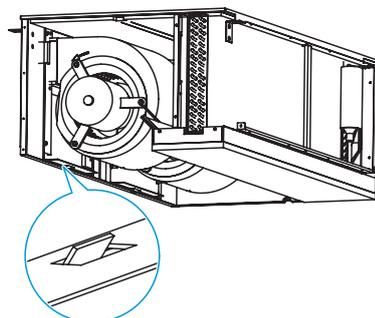
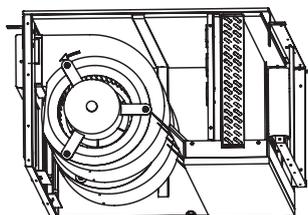
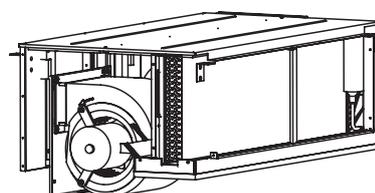

Рисунок 10.4
Рисунок 10.5
Рисунок 10.6
- 5) Упритесь рукой в нижнюю часть двигателя вентилятора, затем толкните его вверх. Для этого потребуются усилия двух человек. Если отверстие в крышке узла вентилятора выше штифта на передней панели (см. Рисунок 10.4), сдвиньте двигатель вентилятора назад примерно на 21 мм (см. Рисунок 10.5), чтобы отверстие сошло со штифта. Удерживайте узел и медленно опускайте его вдоль направляющих (Рисунок 10.6), после чего двигатель можно извлечь для последующего ремонта или технического обслуживания.